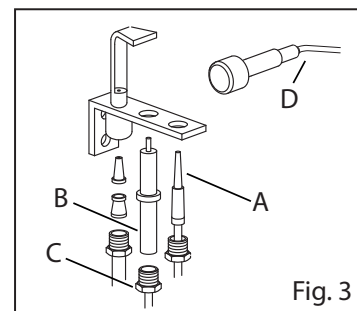

Fig. 3
- Soltar o injetor da sua posição (Fig. 3).
- Soltar o termopar do piloto (Fig. 3/A)
- Desconectar o cabo de alta tensão da vela (Fig. 3/B)
- Soltar a porca (Fig. 3/C)
- Conectar o cabo de alta tensão (Fig. 3/B)
- Desconectar o cabo do acendedor piezoelétrico (Fig. 3/D)